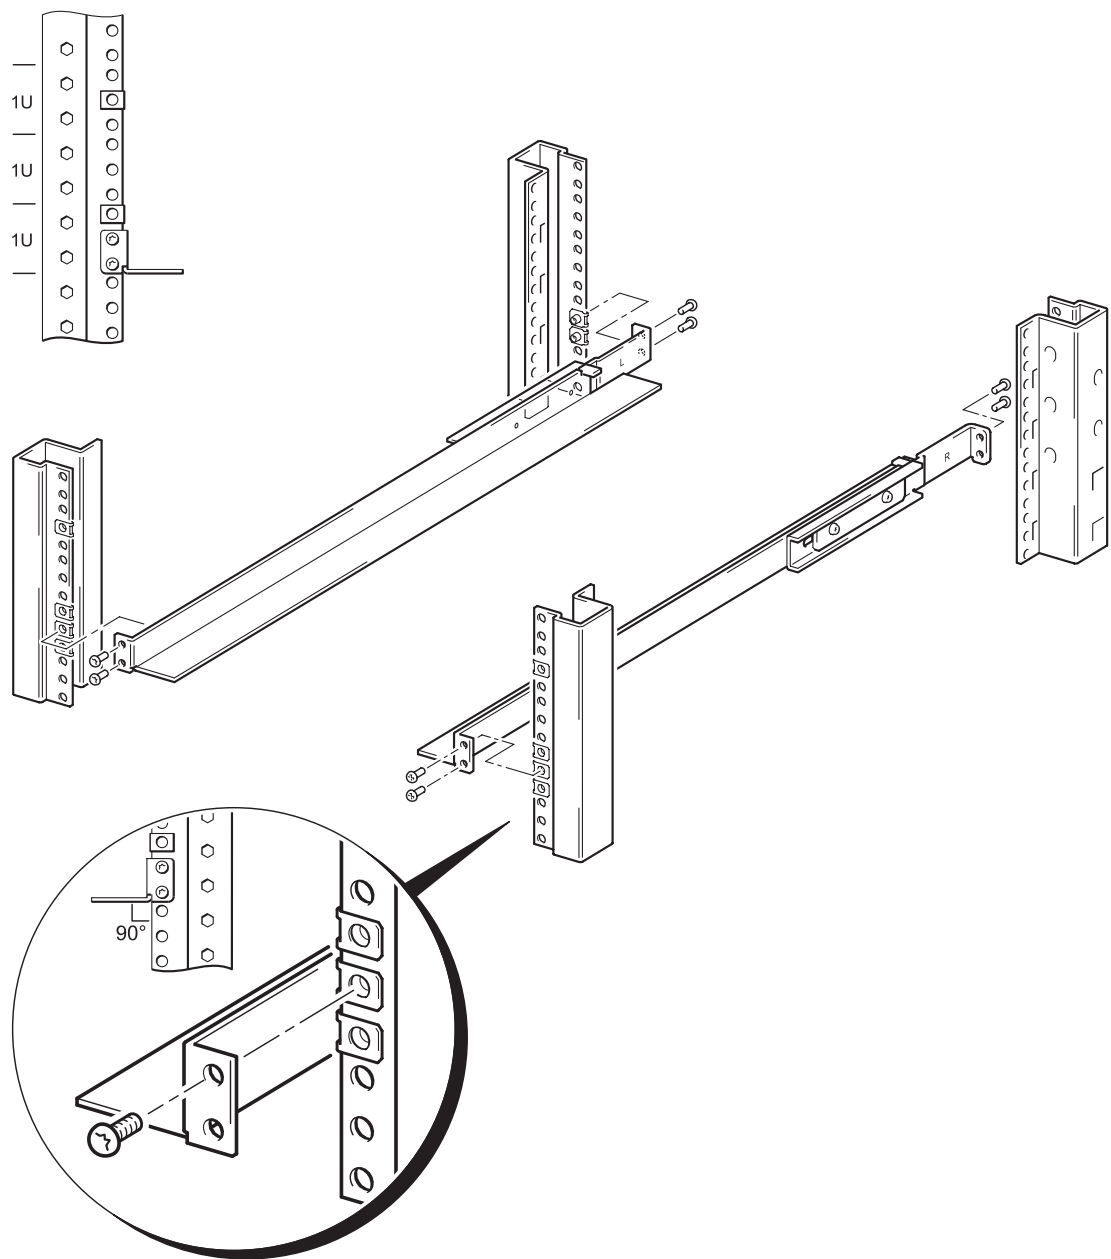

Figure 3a : installation des rails de support (orifices ronds)
- 1** Consultez la Figure 3a. Positionnez un rail de support de sorte que son rebord arrière recouvre la colonne arrière du rack et que les deux orifices du rebord du rail soient alignés sur les deux écrous clip. Faites-vous aider d'une autre personne pour cette opération.